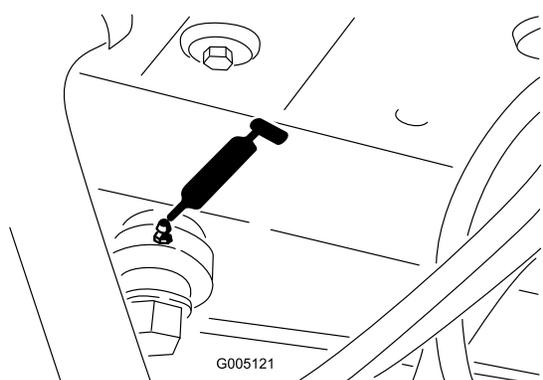

Figura 32
- Extremidade do cilindro da direção (Figura 32)